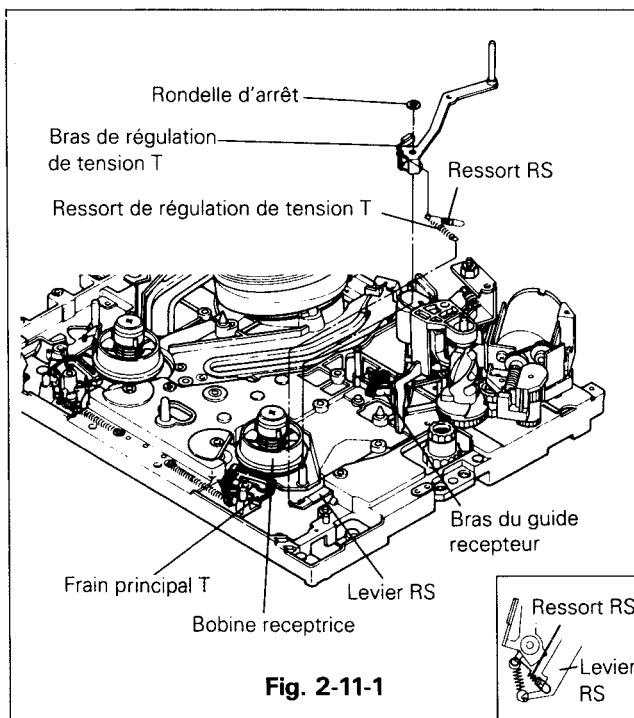

Fig. 2-11-1
### 2-11-1 DEMONTAGE (Voir Fig. 2-11-1)
- N. Fixer le ressort de régulateur de tension T et le ressort RS respectivement sur le bras de régulation de tension T et sur le levier RS situés sur la partie supérieure du châssis (Voir Fig. 2-11-1).